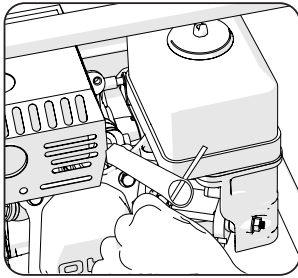

Fig. 20
- Retire la bujía usando un dado para bujías y la barra en T (suministrados). (Fig. 20)